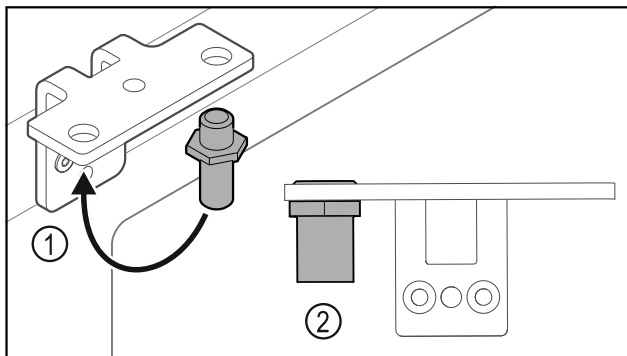

Fig. 24
- ▶ Mutați bolțul Fig. 24 (1) în colțarul balamalei.
- ▶ Strângeți bolțul Fig. 24 (2) cu **cuplul de 12 Nm**.